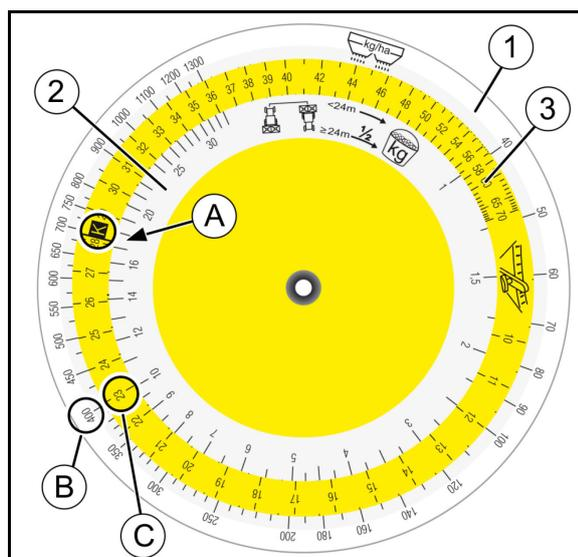

Fig. 68
7. Rechenscheibe für die Abdrehvorrichtung zur Hand nehmen. Auf Skala (Fig. 68/2) für aufgefangene Menge [kg] Zahlenwert **17,5** (A) aufsuchen und mit Position **K** der farbigen Skala (Fig. 68/3) übereinander stellen.
8. Gewünschte Streumenge (400 kg/ha) (B) auf der Skala für die Streumenge (Fig. 68/1) aufsuchen und erforderliche Schieberstellung (Position) **23** (C) ablesen.